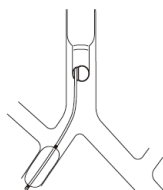

Fig.10
- Per un paziente con il lobo superiore del polmone destro situato molto vicino alla biforcazione tracheale, il blocco dei lobi medio e inferiore del polmone destro, anziché dell'intero polmone destro, può essere ottenuto posizionando il bloccatore nel bronco intermedio (Fig. 10).